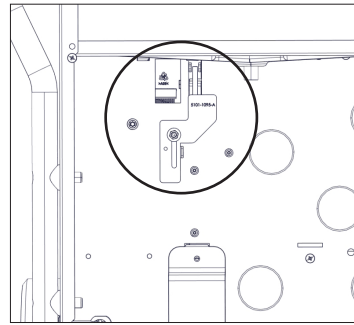

Fig. 6: Övre skyddsplåt i ursprungligt läge
2. Lossa muttern på skyddsplåten vid microbrytaren. Skjut plåten uppåt för att täcka microbrytaren, och dra åt muttern igen (fig. 6 & 7).